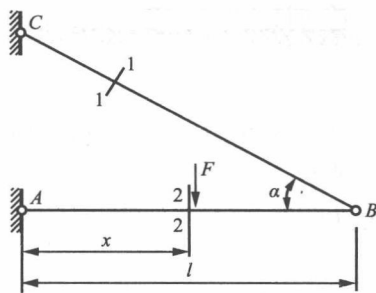

图 1-5
1.3 在图 1-5 所示简易吊车的横梁上, F 力可以左右移动。试求截面 1-1 和 2-2 上的内力及其最大值。